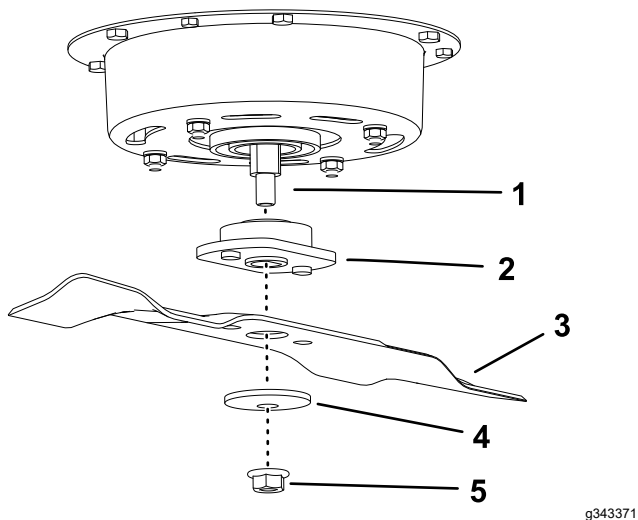

Figura 36
1. Instalai lama i adaptorul pe arborele axului (Figura 36).